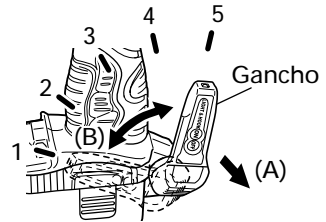

Fig. 5
**(1) Operación del gancho**
- (a) Extraiga el gancho hacia sí en la dirección de la flecha (A) y gírelo en la dirección de la flecha (B). (Fig.5)